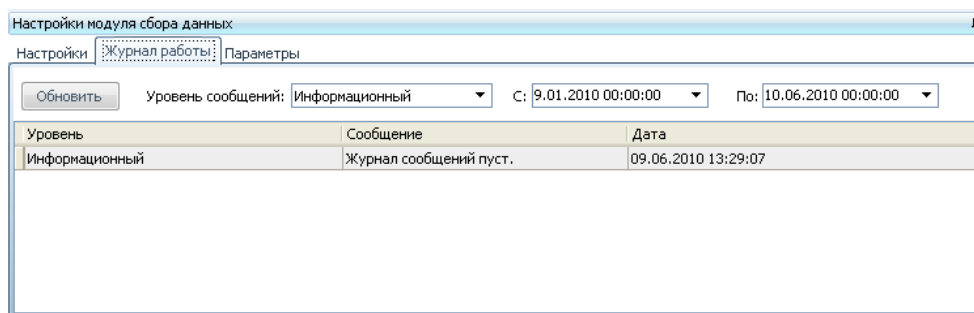

Рисунок 20.3 – Вкладка «Журнал работы»
2) Вкладка «**Журнал работы**» (Рисунок 20.3) предназначена для просмотра сообщений, формируемых МСД. «*Уровень*» (информация о работе модуля), записываемый в данный журнал работы, задается на вкладке «*Настройки*». На вкладке «*Журнал работы*» устанавливается фильтр «*Уровень сообщений*» для отображения записей.